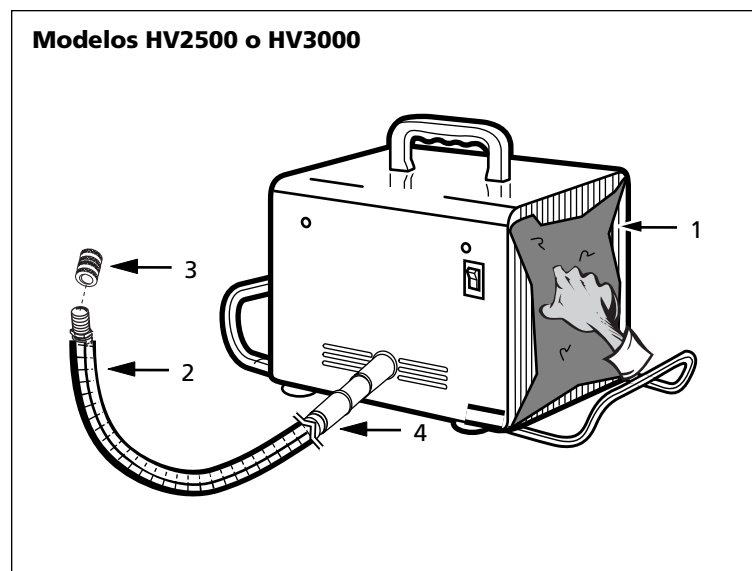

Figura 4
1. Apriete y hale los filtros para sacarlos (vea la Figura 4)